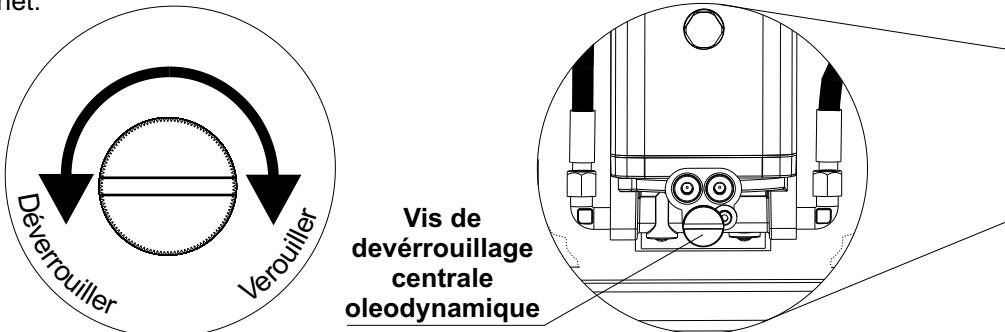

Fig.21
N.B.: Avant d'effectuer cette opération il faut débloquer le motoréducteur comme en Fig.21.